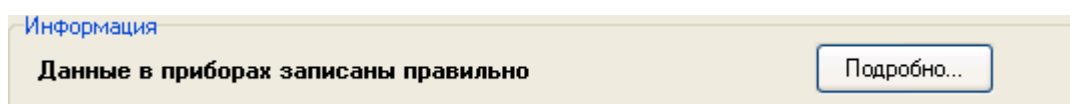

Рисунок 6-869 Сообщение о данных идентификатора, для которого информация в БД соответствует хранимой в приборах конфигурации
- для тех идентификаторов, информация в базе данных которых соответствуют хранимой в приборах конфигурации, отображается пометка «данные в приборах записаны правильно» (см. Рисунок 6-869), а в списке паролей записи остаются отображенными черным цветом;